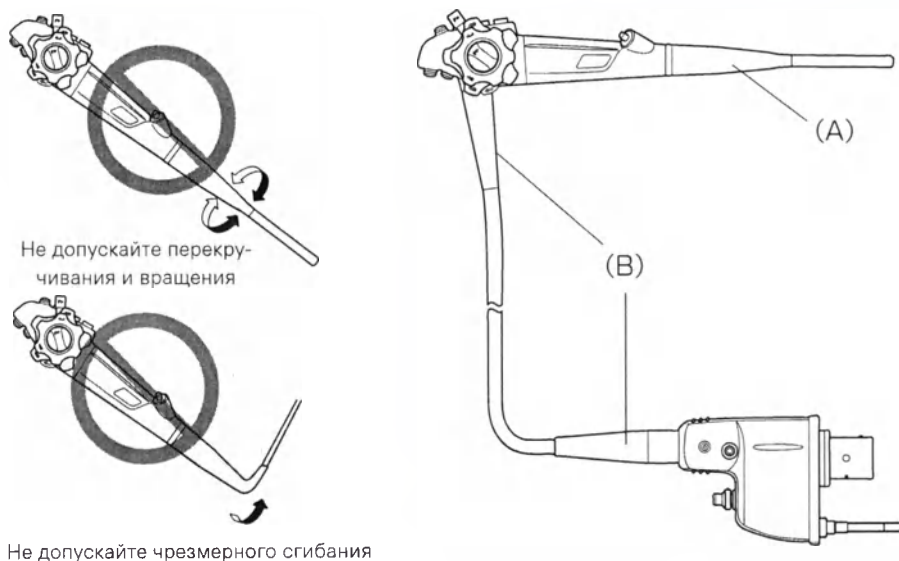

Рис. 3.2
- НЕЛЬЗЯ чрезмерно скручивать, поворачивать и изгибать компенсаторы механических напряжений ((A) и (B) на рис. 3.2). Это может привести к повреждению эндоскопа. Обращайтесь с компенсатором на вводимой части ((A) на рис. 3.2) с особой осторожностью, так как он имеет малый диаметр.